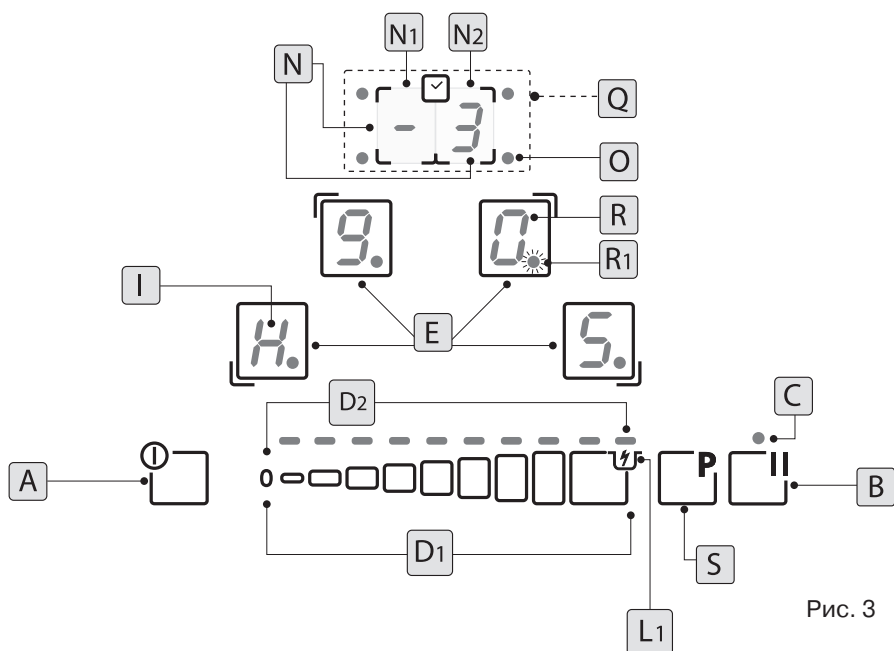

Рис. 3
### ПУЛЬТ УПРАВЛЕНИЯ (рис. 3)
2. Одновременно нажать кнопку «**S**» и на кнопку зоны нагрева R4 или R3 (Рис. 3), в зависимости от приобретённой Вами модели.
3. Нажать ещё раз на кнопку зоны нагрева R4 или R3 (Рис. 3), в зависимости от приобретённой Вами модели.
– одновременно нажать на кнопку «**S**» и на кнопку зоны нагрева R4 или R3 (Рис. 3), в зависимости от приобретённой Вами модели.
### Функция «Пауза» (Рис.3 (B)):
### Функция «Возврат» (Рис.3 (В)):
### МАГНИТНЫЙ ПЕЛЕНГАТОР (рис. 3 – (I))
### ЗАЩИТНАЯ БЛОКИРОВКА (рис. 3)
### ТАЙМЕР (рис. 3 – (Q)):
### **БУДИЛЬНИК** (рис. 3 – **Q**)